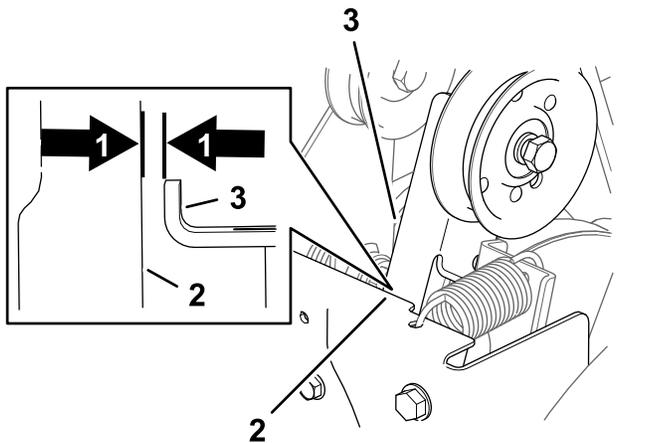

Figure 39
- Lorsque le levier de commande de la balayeuse est désengagé, vérifiez qu'un écart de 1,5 mm (1/16 po) existe entre le bras d'embrayage du balai et le châssis de la machine, comme montré à la Figure 39.